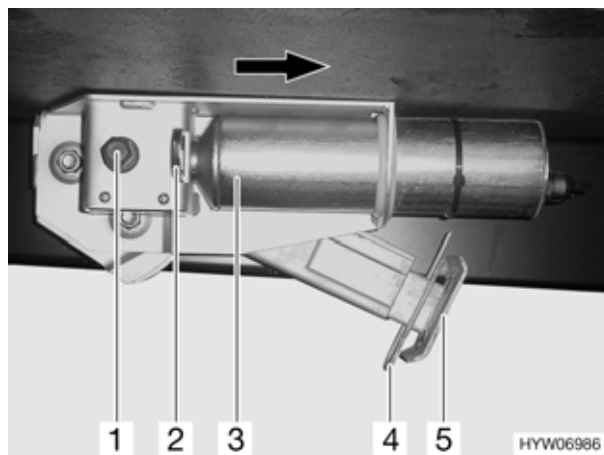

Fig. 20 Piedino di stazionamento elettrico
- Estrarre la copiglia (Fig. 20,4) dal prolungamento dell'estremità del piedino (Fig. 20,5).
- Premere all'interno l'archetto di sicurezza (Fig. 20,2).
- Spostare il motore (Fig. 20,3) in direzione della freccia fino alla battuta.
- Uscire o rientrare i piedini di stazionamento come piedini meccanici agendo sull'esagono (Fig. 20,1).
- Estrarre l'archetto di sicurezza (Fig. 20,2) fino all'arresto.